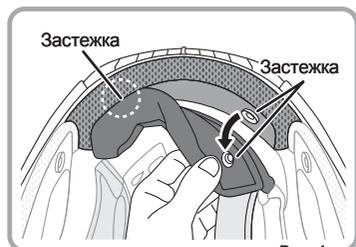

Рис. 1
1. Отстегните застёжки с задней стороны шлема. (Рис. 1)